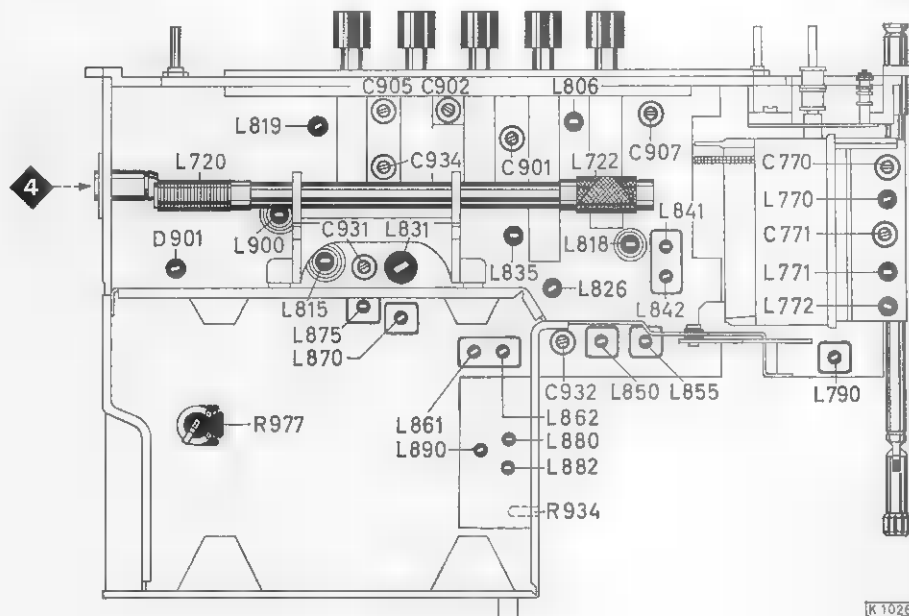

Fig. 3
- 6.5 Den Ruhestrom ca. 1 Minute nach dem Einschalten des Gerates mit dem Einstellregler R 977 (Fig. 3) auf $4 \text{ mA} + 20 - 10\%$ einstellen.
- 6.5 Approx. 1 minute after switching on set, set zero signal current via adjuster R 977 (fig. 3) to $4 \text{ mA} + 20 - 10\%$.
5) Ein AM-Signal, 400 Hz, 30 % moduliert, soll eine Ratiospannung von 1,4 V erzeugen. Dann mit R 934 ein Spannungsminimum am Outputmeter einstellen, Fig. 3.
5) An AM signal, 400 Hz, 30 % modulated, must produce a ratio voltage of 1.4 V. Adjust $\blacksquare$ voltage minimum at the outputmeter by means of R 934, see. fig. 3.